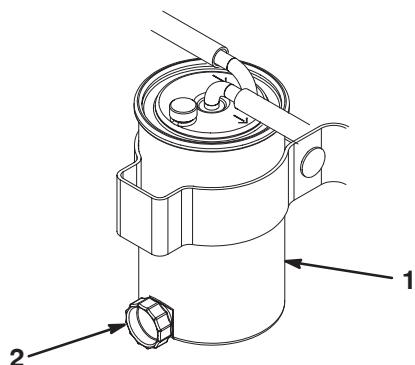

Bild 29
3. Öffnen Sie die Ablassschraube am Kraftstofffilter/Wasserabscheider um ungefähr eine Umdrehung und lassen Sie angesammeltes Wasser ablaufen (Bild 29). Ziehen Sie anschließend die Verschluss schraube wieder fest.